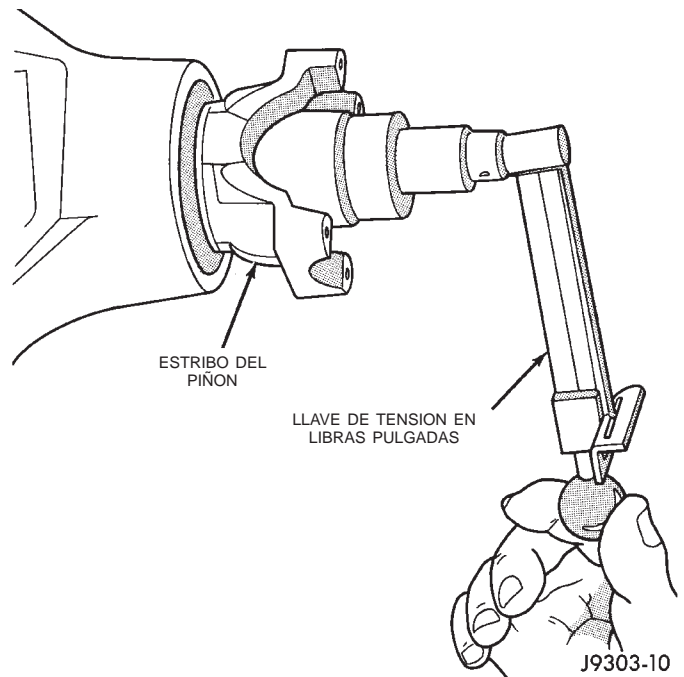

Fig. 24 Verificación del esfuerzo de rotación del piñón satélite
(9) Apriete la tuerca lentamente, con incrementos de 6,8 N·m (5 lbs. pie) hasta alcanzar el esfuerzo de rotación necesario. Mida con frecuencia el esfuerzo de rotación para evitar aplastar en exceso el separador (Fig. 24).
(10) Gire el piñón diez veces como mínimo. Compruebe que el piñón gira con suavidad. Verifique la torsión de rotación del piñón con una llave de tensión en libras pulgadas (Fig. 24). La torsión necesaria para hacer girar al piñón satélite debe ser la siguiente: